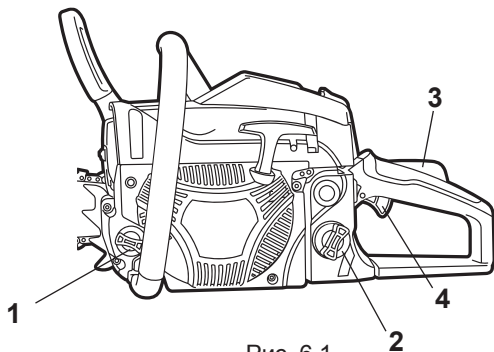

Рис. 6.1
1. Откройте крышку масляного бака 1 (рис. 6.1)
1. Откройте крышку топливного бака (рис. 6.1 поз. 2).
10. Нажмите и удерживайте стопор рычага газа 3 (рис. 6.1)
11. Нажмите на рычаг газа 4 и приступайте к пилению (рис.6.1)